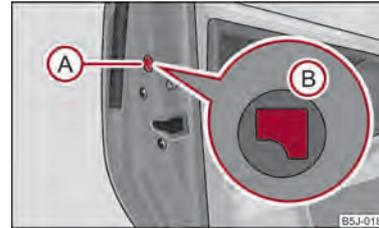

Fig. 14 Bloqueo de emergencia de la puerta
- Desmontar el paramento ① ⇒ fig. 14.
- Insertar la llave en la abertura debajo del paramento y empujar la palanca de inmovilización ② hacia dentro hasta el tope.